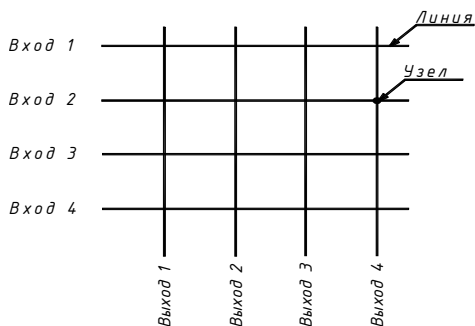

Рис.1.2.1 Упрощенная модель МЛ. Размерность матрицы 4x4.
1.2.13.3 Модуль логический осуществляет передачу сигналов с входных линий на выходные с временной задержкой сигналов в узлах линий (рис.1.2.1), программируемой пользователем при помощи джампера: